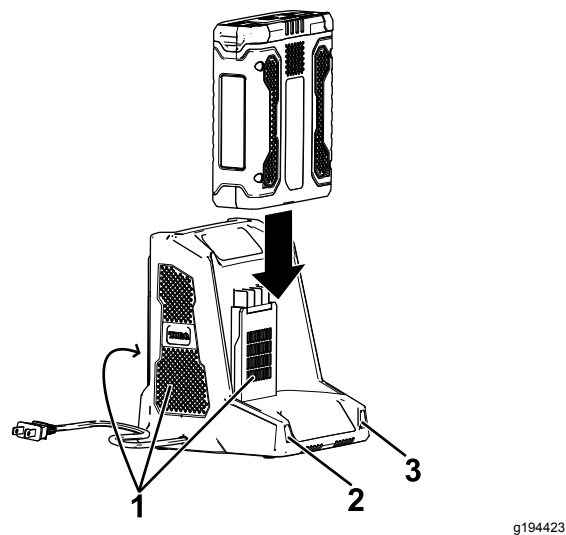

Figura 25
4. Introduzca la batería en el cargador hasta que esté completamente asentada (Figura 25).